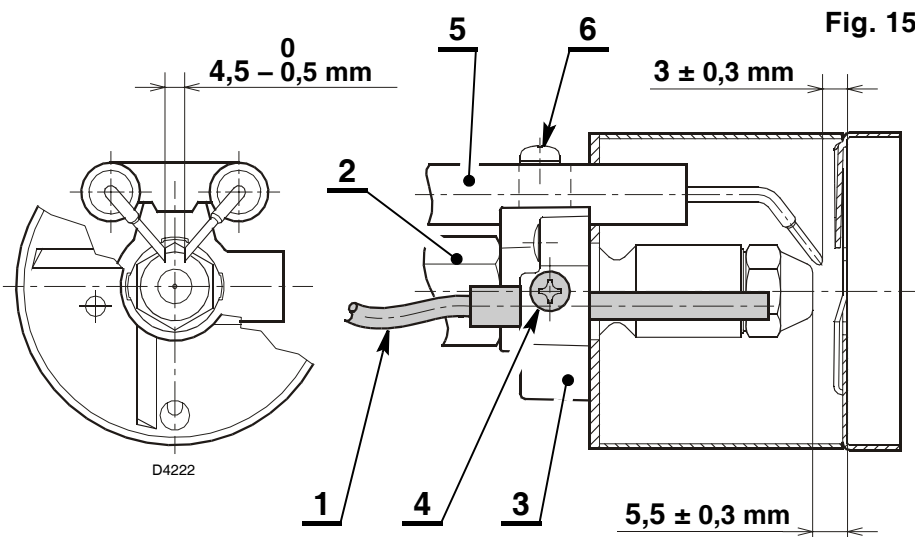

Fig. 15
- Débrancher les câbles (2) de la boîte de contrôle, la cellule photorésistante (8) et dévisser l'écrou (9) de la pompe.
- Desserrer les vis (10) et extraire le groupe porte gicleur (1) en tournant vers la droite.
- Débrancher les câbles (2) des électrodes, desserrer la vis (4, fig. 15, page 9) et extraire le groupe de support de l'accroche flamme (3) du groupe porte gicleur (1).
- Visser le gicleur (6) en tenant le porte-gicleur à l'aide d'une clé.
- Accrocher le brûleur à la bride (7), desserrer les vis (5) et enlever le gueulard (4).
- Desserrer la vis (4, fig. 15 page 9) pour enlever le groupe qui soutient l'accroche flamme (3) du groupe porte-gicleur (1).
- Dévisser complètement la vis de fixation (4, fig. 15 page 9) pour enlever la fibre optique (8) du groupe qui soutient l'accroche flamme (3).
- Dévisser les câbles (2) des électrodes.
4.7 POSITIONNEMENT DE LA FIBRE OPTIQUE, (voir fig. 15)
- Introduire la fibre optique (1) dans le groupe qui soutient l'accroche flamme (3) en veillant à ce qu'elle aille jusqu'au fond.
- Serrer avec précaution la vis (4) pour bloquer la fibre optique (1).
4.8 REGLAGE DES ELECTRODES, (voir fig. 15)